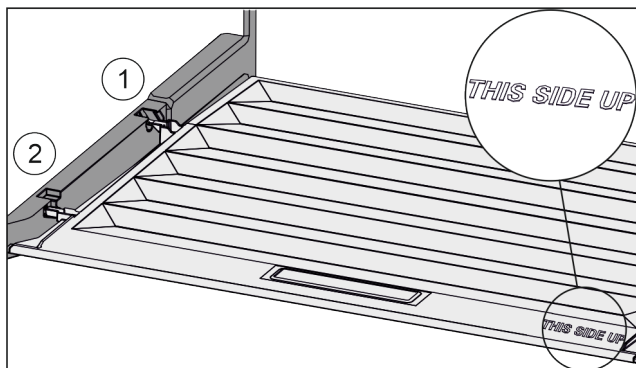

Fig. 114
- ▶ Introduire les rainures du couvercle par l'orifice du support arrière Fig. 114 (1) et les enclencher à l'avant dans le support Fig. 114 (2).